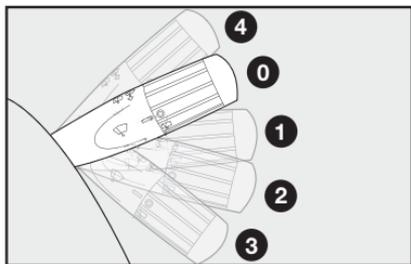

fig. 48
**ADVERTÊNCIA:** com o clima muito úmido não é aconselhado o uso prolongado do ar-condicionado nas posições  ou . A diferença entre a temperatura externa e a do para-brisa pode causar embaçamento do lado externo do para-brisa, causando perda de visibilidade. Se isso ocorrer, acione a alavanca do limpador do para-brisa fig. 48.
- fig. 48